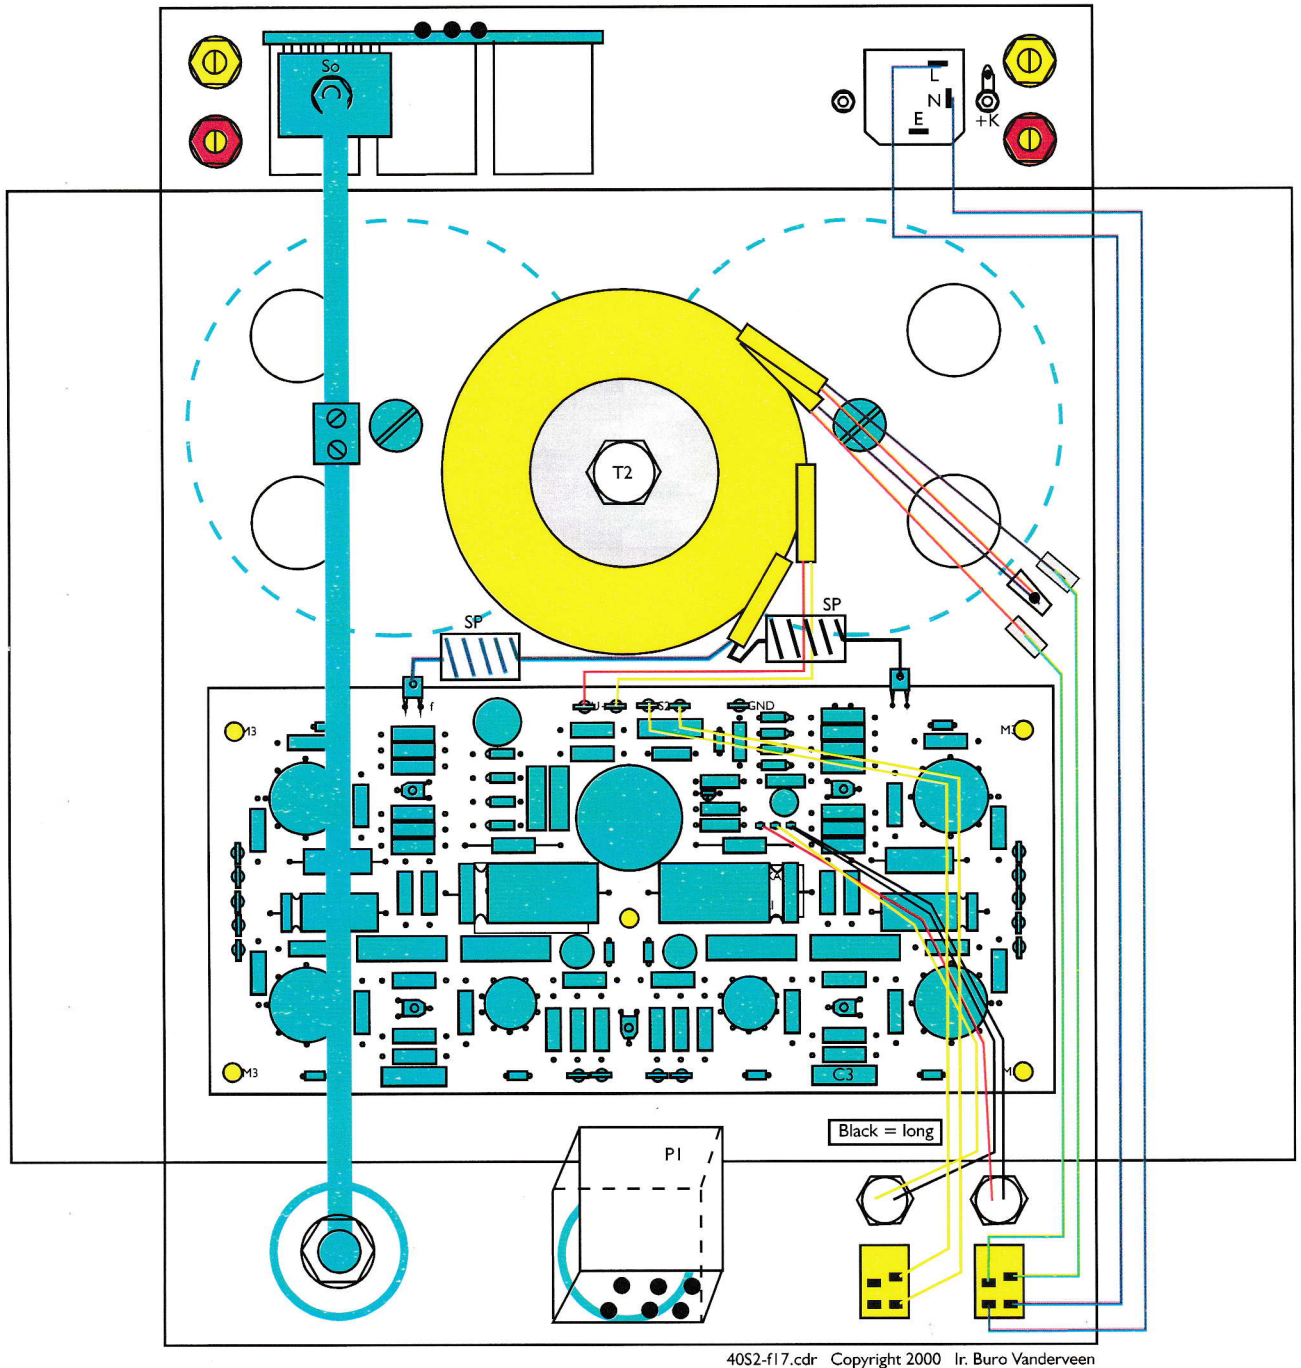

Abbildung 17
1. Montieren Sie den Netztrafo mit Hilfe der beiliegenden Imbusschraube und zugehörigen Mutter, indem zunächst die Schraube von unten durch das Chassis geführt wird. Danach wird der Trafo auf die Schraube gesetzt, es folgen der 5mm-Ring und die Kontermutter. Mit einem 4mm-Imbusschlüssel die Befestigungsschraube fixieren und die Mutter mit einem passenden Schraubenschlüssel fest anziehen (es ist besser, die Mutter und nicht die Schraube anzuziehen, um unschöne Kratzer auf der Chassisaußenseite zu vermeiden). Die Anschlussdrähte des Trafos werden gemäß Abbildung 17 ausgerichtet.
8. Die beiden Primärwicklungen des Netztransformators müssen für den Betrieb mit 230V miteinander verbunden werden. Dazu wird der braune Anschluss der einen Wicklung mit dem rosafarbenen der anderen Wicklung zusammengelötet (d.h. der braune Draht aus dem einen Isoschlauch mit dem rosafarbenen aus dem anderen). Diese Verbindung ist sehr sorgfältig mit zwei Lagen Schrumpfschlauch von 3 cm Länge zu isolieren. Nun werden zwei grüne Schaltlitzen von ungefähr 10 cm Länge an die beiden verbleibenden Trafoanschlüsse (braun und rosa) angelötet und ebenfalls mit zwei Lagen Schrumpfschlauch (3 cm) sicher isoliert. Die beiden grünen Schaltdrähte werden miteinander verdreht (inklusive der vier Trafoanschlüsse) und mit dem dicksten Isoschlauch (25 cm) überzogen. An den anderen Enden werden über den herausstehenden Schaltdraht jeweils zwei Stücke (2 cm) dünner Schrumpfschlauch gezogen. Die abisolierten Enden werden dann durch die Lötungen des Netzschalters geführt, umgebogen, verlötet, die Schrumpfschläuche über die Lötstelle geschoben und geschrumpft (s. Abbildung 17).
9. Zwei blaue Schaltdrahtstücke mit 30 cm werden durch die Kontakte „L“ und „N“ der Netzbuchse geführt und — ebenfalls nach vorherigem Umbiegen — angelötet. Die beiden Anschlüsse werden in der bereits beschriebenen Weise ebenfalls mit 2cm des dickeren Schrumpfschlauches isoliert. Über die gesamte Länge beider Kabel kommt wieder Isolationsschlauch, und danach 2 Stücke Schrumpfschlauch von 2cm. Lötung und anschließende Isolation werden, wie in Punkt 8 beschrieben, durchgeführt (s. Abbildung 17). Verlegen Sie die Kabel längst der Seitenwand möglichst weit entfernt vom Hauptprint, um das Eindringen von Störsignalen aus dem Lichtnetz zu verhindern.
10. Löten Sie zwei gelbe Schalldrähte von 25 cm Länge an die Kontakte an der einen Seite des Standby-Schalters (s. Abbildung), auch hier erfolgt eine Isolierung, zudem wird ein Schrumpfschlauch von 22 cm über die gesamte Länge der Kabel gezogen. Führen Sie den Kabelstrang nun zur Hinterseite des Prints zu den vorgesehenen Lötstiften und löten Sie sie dort fest. Achten Sie darauf, die Kabel aus dem Bereich von C3 herauszuhalten, um Brummeinstrahlung zu unterbinden. Zur optimalen Anordnung der Zuführungen werfen Sie einen Blick auf Abbildung 17. Bedenken Sie, dass hier Hochspannung ansteht, achten Sie deshalb auf genügend Abstand blanker Stellen zum Chassis.